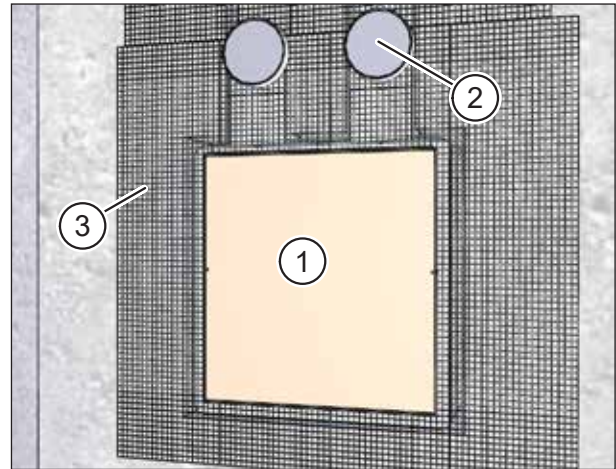

Abb. 30: Montageset und Flachkanäle / Flexrohre im Innenbereich einputzen
- ▶ Achten Sie darauf, dass der Putzschutzdeckel (Pos. 1 in Abb. 30) im Mauerkasten sitzt.
- ▶ Kleben Sie die Auslässe für Abluft und Zuluft mit Klebeband ab (Pos. 2 in Abb. 30).
- ▶ Bringen Sie das Putzgewebe M-WRG PG (Pos. 3 in Abb. 30) auf dem Montageset und der Massivwand an.